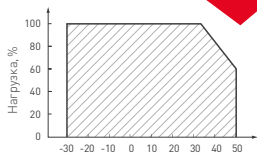

Рис. 1. Максимальная допустимая нагрузка, % от мощности источника.
- 4.3. Не нагружайте источник питания более 80% от его максимальной мощности. Учитывайте, что с повышением температуры окружающей среды максимальная мощность источника питания снижается, см. график зависимости на Рис. 1. При невозможности обеспечить свободное пространство используйте принудительную вентиляцию.